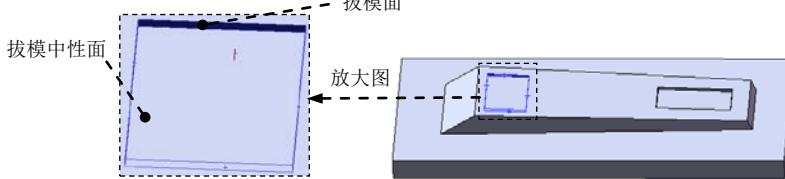

图 12.2.15 拔模参考面
- (2) 定义拔模中性面。在 **中性面(N)** 区域的 中选取图 12.2.15 所示的表面作为拔模中性面。
- (3) 定义拔模面。在 **拔模面(E)** 区域的 中选取图 12.2.15 所示的表面作为拔模面。
- (4) 定义拔模参数。
- ① 定义拔模类型。在 **拔模类型(T)** 中选取 **中性面(E)** 单选项。
- ② 定义拔模角度。在“拔模”对话框中 **拔模角度(G)** 区域的 文本框后输入 10.0。
- ③ 定义拔模沿面延伸。在 **拔模面(E)** 区域的 **拔模沿面延伸(A)** 中选取 **无** 选项。
- (5) 单击 按钮，完成拔模 3 的创建。